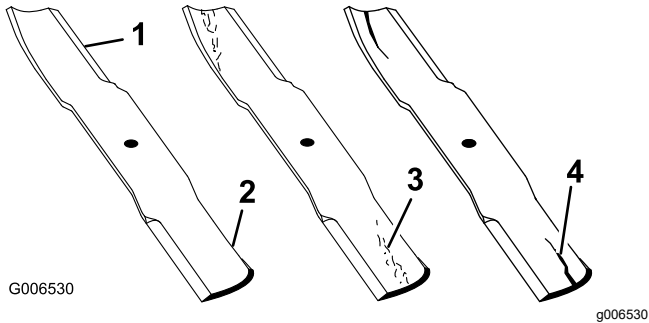

Bild 70
1. Untersuchen Sie die Schnittkanten (Bild 70).
4. Wenn Sie Risse, Verschleiß oder Rillenbildung in diesem Bereich feststellen, sollten Sie sofort ein neues Schnittmesser einbauen (Bild 70).